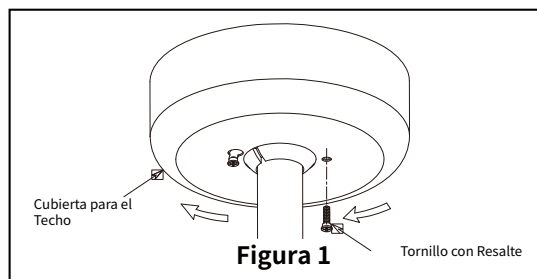

Figura 1
- Monte la cubierta girando la ranura de la misma sobre el tornillo del soporte de suspensión, con cuidado de no presionar los cables. Apriete el tornillo con resalte. Monte completamente y apriete el segundo tornillo con resalte que se retiró anteriormente. (Figura 1)